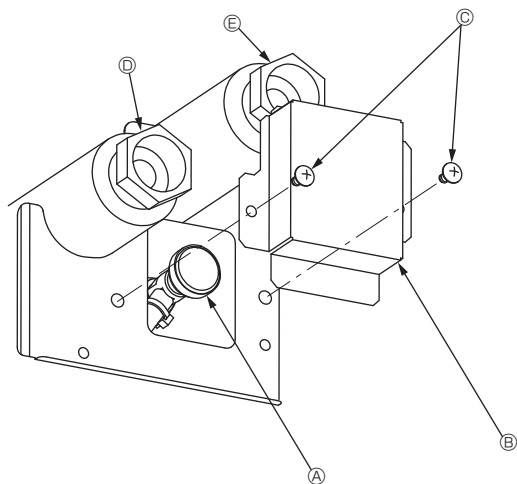

Fig. 7-1
7.2.2. Продувочный воздушный клапан внутреннего прибора (Fig. 7-1)
- ① Снимите крышку продувочного клапана.
- ② Поверните рукоятку на продувочном клапане, чтобы стравить воздух.
- ④ Продувочный клапан
- ⑥ Крышка продувочного клапана (Момент затяжки: 1,3 ± 0,3 Н·м)
- ③ Винт
- ⑤ Выпуск
- ⑦ Впуск